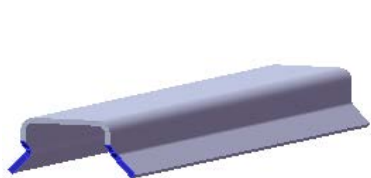
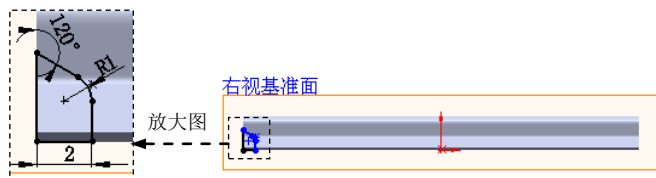

图 13.3.4 切除一拉伸 1
图 13.3.5 横断面草图
Step3. 创建图 13.3.4 所示的切除一拉伸 1。
(1) 选择命令。选择下拉菜单 **插入(I)** → **切除(C)** → **拉伸(E)...** 命令。
(2) 定义特征的横断面草图。选取右视基准面作为草图基准面, 绘制图 13.3.5 所示的横断面草图。